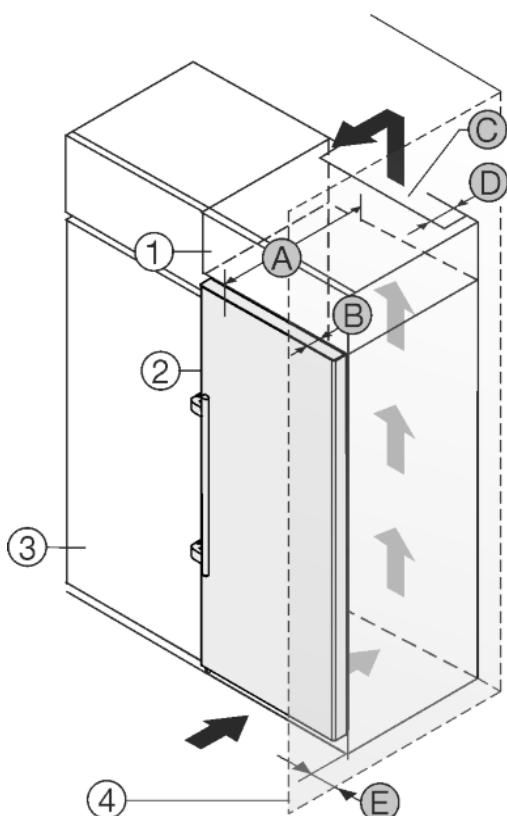

Fig. 23
Устройство может быть окружено кухонными шкафами. Чтобы уравнять устройство Fig. 23 (2) по высоте с кухонной стенкой, можно установить над устройством дополнительный шкафчик Fig. 23 (1).
Установить устройство можно непосредственно рядом с кухонным шкафом Fig. 23 (3). Чтобы можно было полностью открыть двери, устройство должно выступать на глубину Fig. 23 (B) относительно передней стенки кухонного шкафа. В зависимости от глубины кухонных шкафов и использования пристенных распорок устройство может выступать больше.
- На задней стенке дополнительного шкафчика должен быть вентиляционный канал с глубиной Fig. 23 (D) по всей ширине этого шкафа.
- Нужно соблюдать вентиляционное отверстие Fig. 23 (C) под нижней панелью.
Если устройство установлено на шарнирах у стены Fig. 23 (4), то нужно соблюдать расстояние Fig. 23 (E) между устройством и стеной. Настолько выступает ручка при открытой дверце.